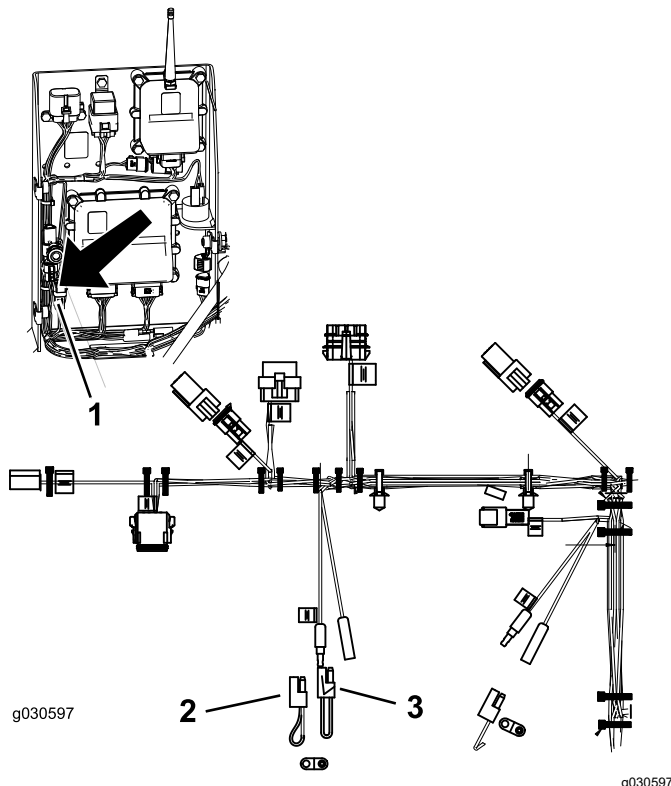

Figure 30
2. Débranchez les 2 connexions du connecteur queue de cochon montré à la Figure 30.